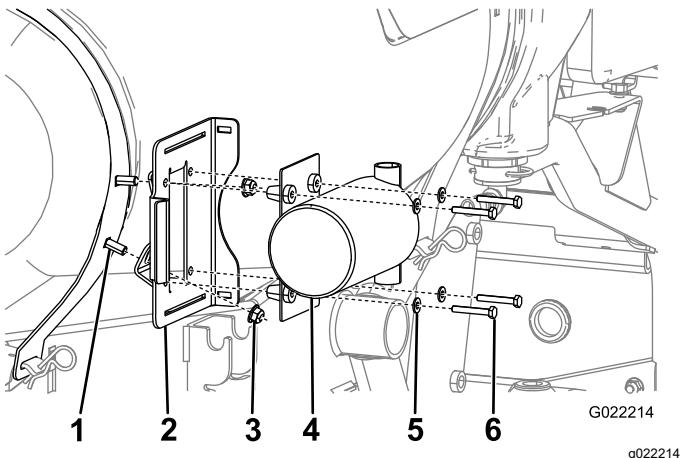

Figure 8
- Au moyen de 2 écrous à embase, fixez le support de la pompe de rinçage aux boulons de carrosserie montés précédemment (Figure 8).
- 6. Fixez la pompe au cadre au moyen de 4 boulons et 4 rondelles (Figure 8).